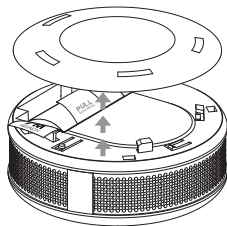

Fig. 2
2. Abdeckung abnehmen (Fig. 2).